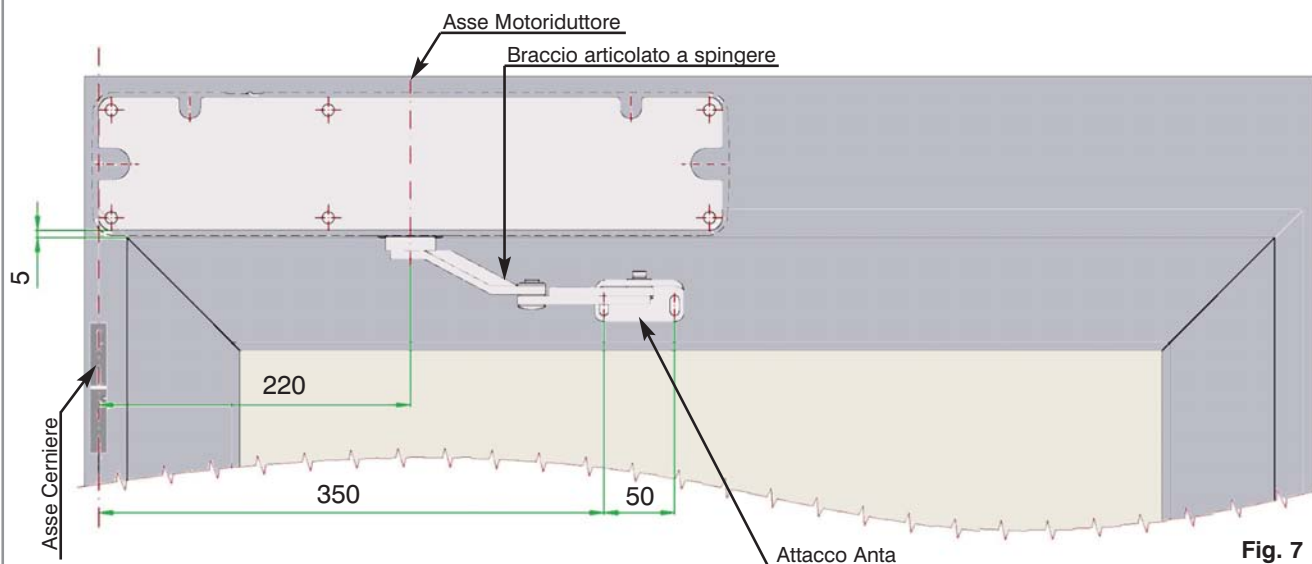
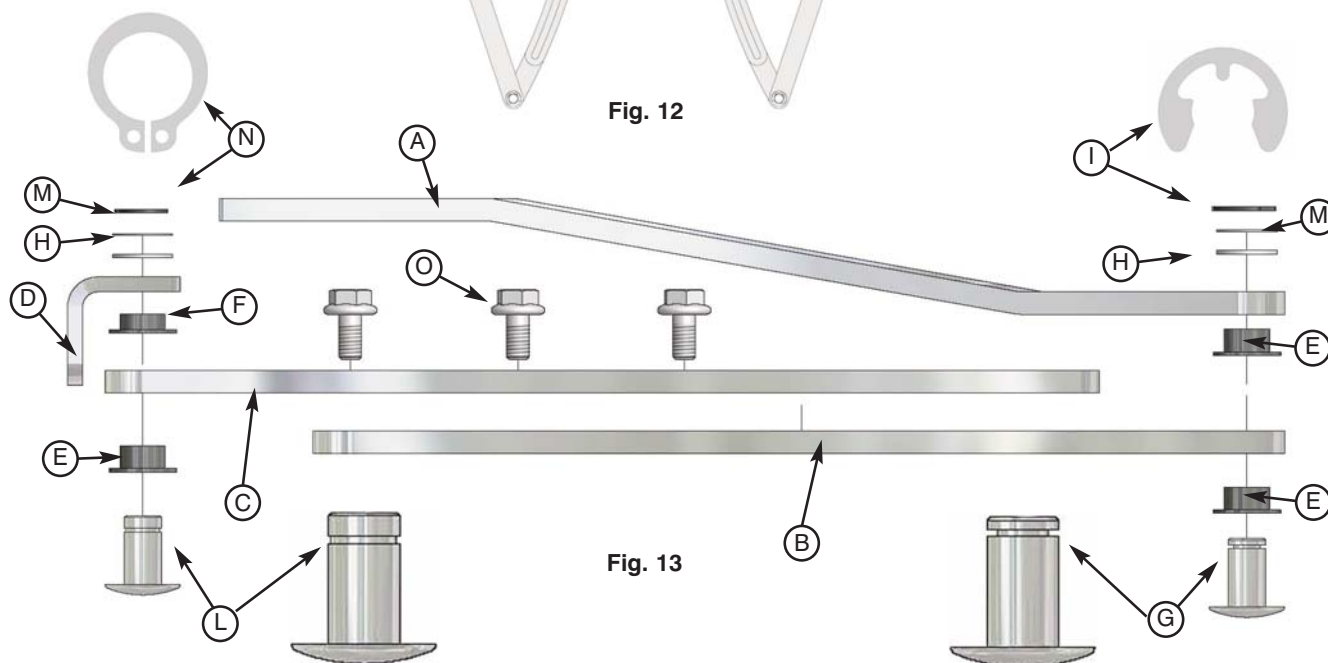

Fig. 7
Fig. 13
! ATTENZIONE: Per un corretto posizionamento utilizzare sempre come riferimento principale l'asse delle cerniere dell'anta e l'asse di azionamento del motoriduttore, come indicato in Fig.7.
Inserire nelle staffe del braccio articolato (Fig.13 Part.A, B e C) le 3 opportune boccole in plastica (E) e nella staffa attacco anta (D) la boccola in plastica (F).
Inserire nell' apposita sede ricavata nel motoriduttore la staffa del braccio (Fig.13 par. A) e fissarla mediante le due viti svasate in dotazione. Verificare accuratamente che la parte superiore del braccio articolato ruoti agevolmente sotto il telaio dell'anta (Fig.7,8 e 9)
Forare il serramento alle quote indicate in Fig.7 e fissare a quest'ultimo l'attacco anta del braccio articolato mediante opportune viti.